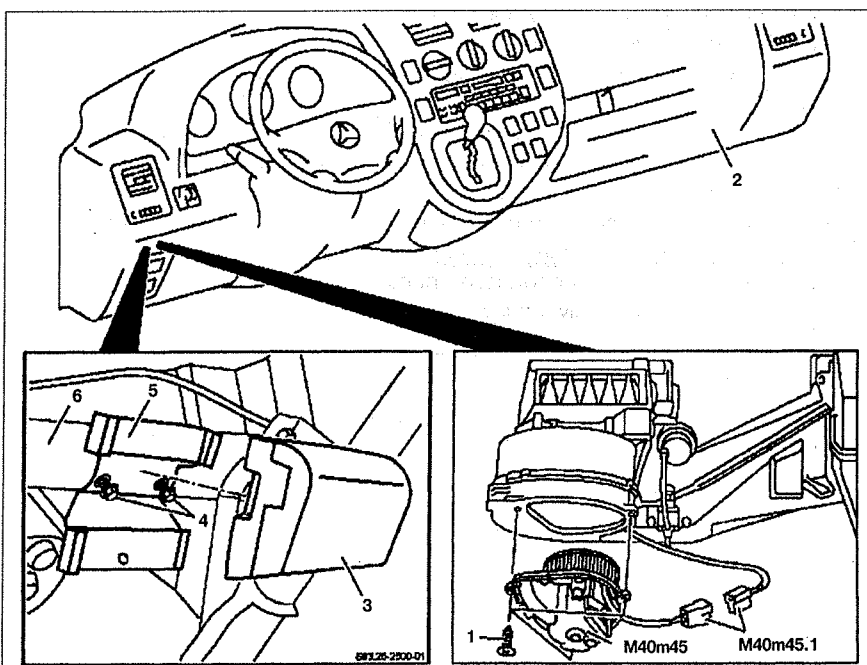

Рис. 10.2. Привод вентилятора отопителя:
3. Открутите болты 4 крепления кронштейна 5 к кронштейну панели приборов 6 (см.рис.10.2).